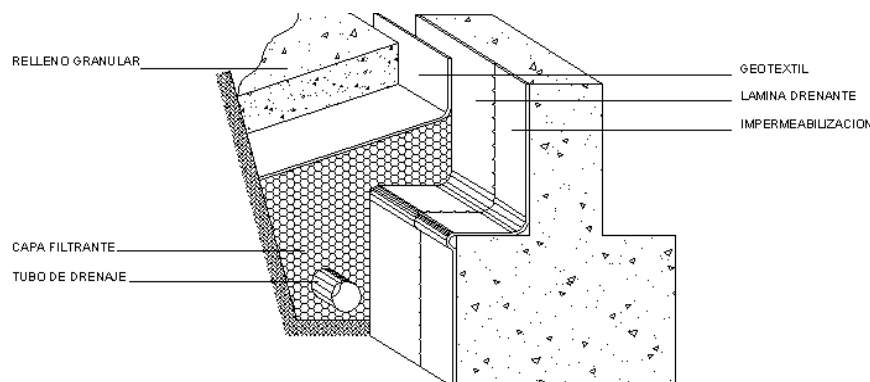

Figura 1. DREN TRADICIONAL
1. **Drenaje tradicional:** Se dispone en la base del muro y por debajo del nivel de solera e inmediatamente por encima del plano de asiento de cimentación, una tubería porosa sobre una capa de mortero u hormigón y rellenar con material filtrante. (figura 1).